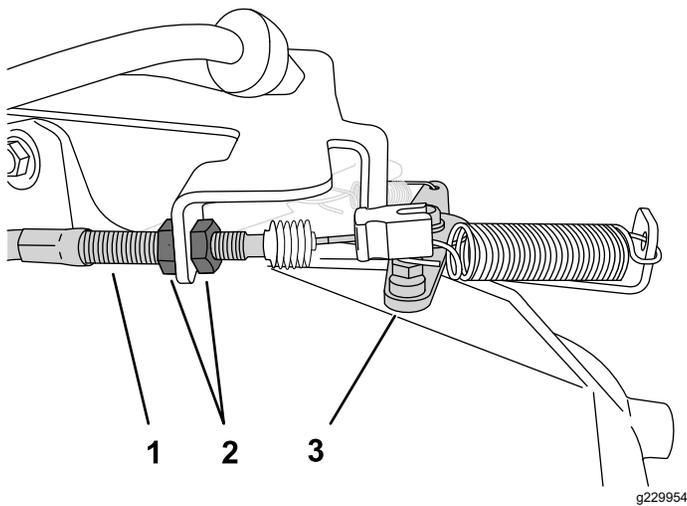

图 42
2. 在油门拉索外壳上拧松前锁紧螺母的同时拧紧后锁紧螺母可增大低怠速 图 42。